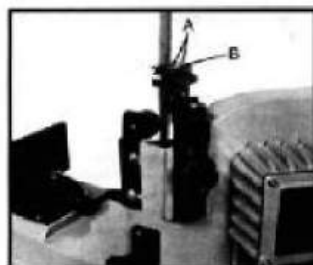

Fig.1
3. Verwijder de twee schroeven (A, Afb. 1) en de afbuigplaat (B).